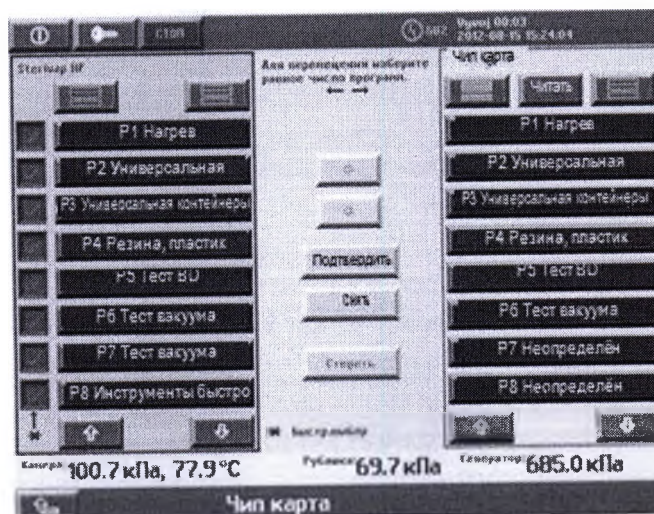

Рисунок 39 Копирование программ
- Подтвердите выполнение копирования нажатием кнопки «Подтвердить» рисунок 39.